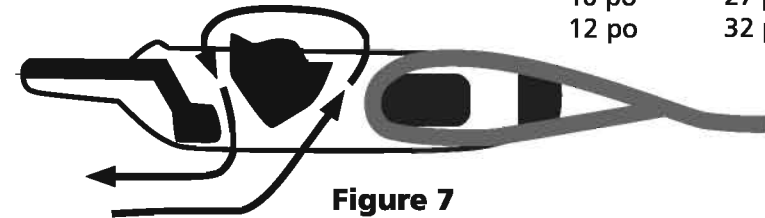

Figure 7
8. Placez le boîtier Bass Tubes® sur les supports de montage et fixez les boucles comme indiqué à la figure 7. La sangle doit faire une boucle à travers la boucle de fermeture et être fermement serrée en maintenant la sangle en place avec une main tout en tirant sur l'extrémité libre dans le sens opposé de la boucle mais contre le coffret.